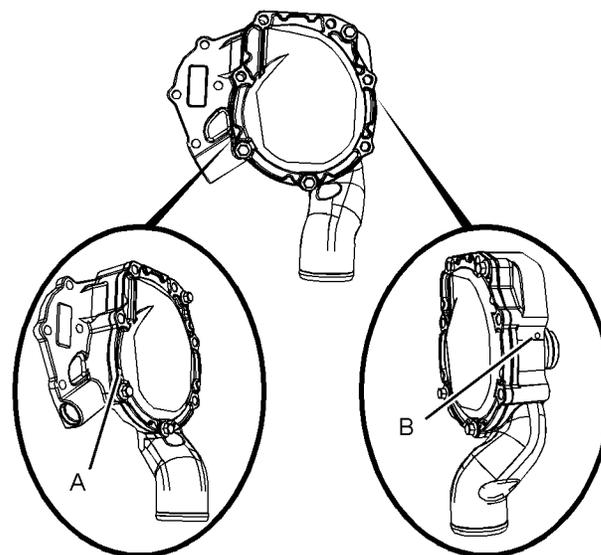

Abbildung 71
**Anmerkung:** Die Wasserpumpendichtungen werden durch das Kühlmittel im Kühlsystem geschmiert. Wenn ein wenig Kühlmittel austritt, ist dies normal. Siehe Abbildung 71 für Details zur Position der Ablauf- und Entlüftungsöffnung.